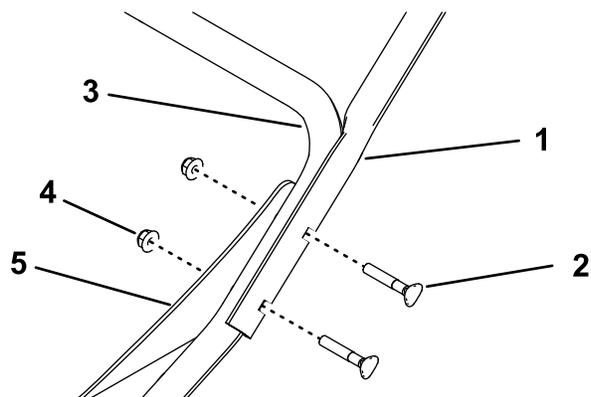

Рисунок 3
1. Установите трубки верхней рукоятки на нижнюю рукоятку и скобы при помощи 2 болтов рукоятки и 2 гаек (5/16 дюйма) с обеих сторон машины (**Рисунок 3**).